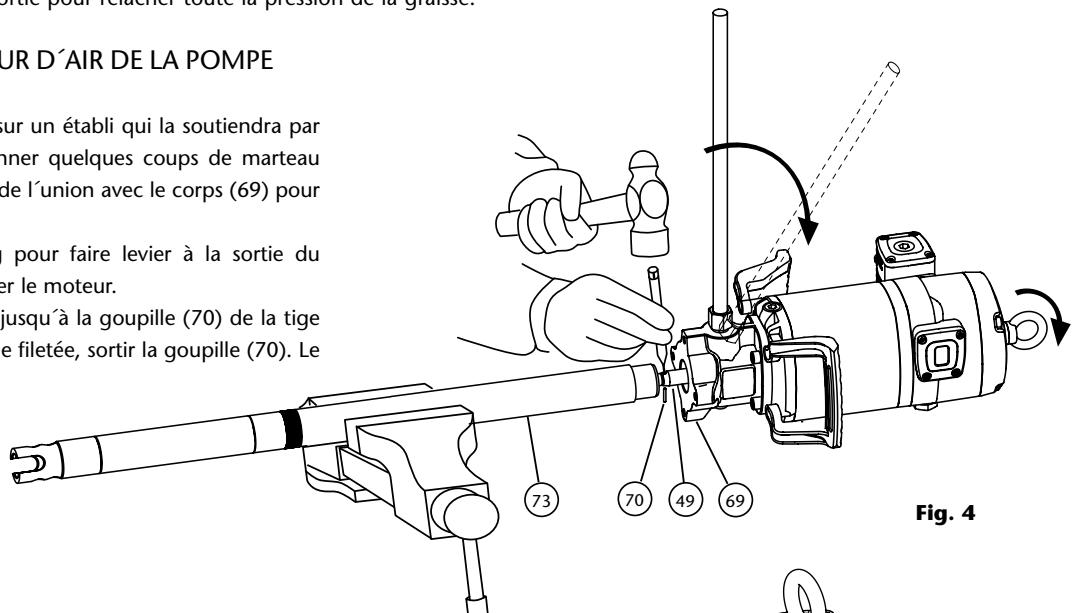

Fig. 4
La figure 4 vous présente à titre informatif une installation typique dotée de tous les éléments recommandés pour son bon fonctionnement.
1. Placer la pompe à l'horizontale sur un établi qui la soutiendra par le tube d'aspiration (fig. 4) Donner quelques coups de marteau dans le tube supérieur (73) près de l'union avec le corps (69) pour rompre le frein filet.
3. Une fois dévissé, tirer le moteur jusqu'à la goupille (70) de la tige (49). Avec un marteau et une tige filetée, sortir la goupille (70). Le moteur est libéré.